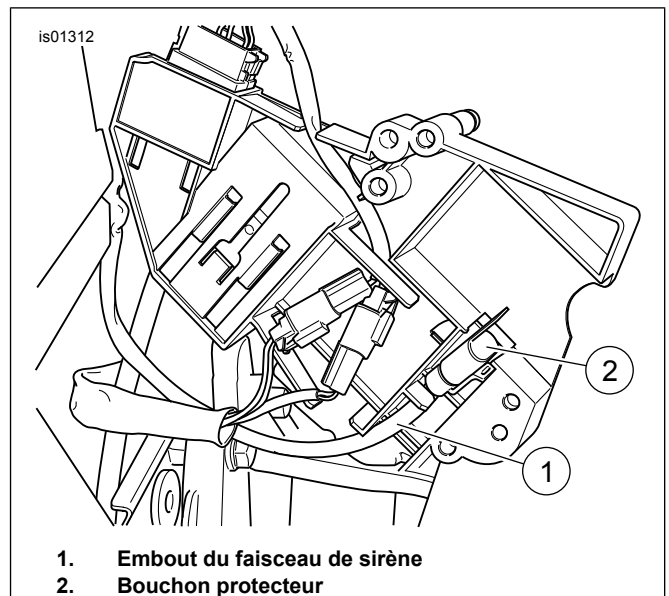

Figure 14. Faisceau du câble de sirène (Touring 2002-2007)
5. Voir la Figure 14. Enlever la laisse du harnais de la sirène (1) de derrière le support électrique et enlever le bouchon protecteur (2) du connecteur de la sirène de sécurité (142B).